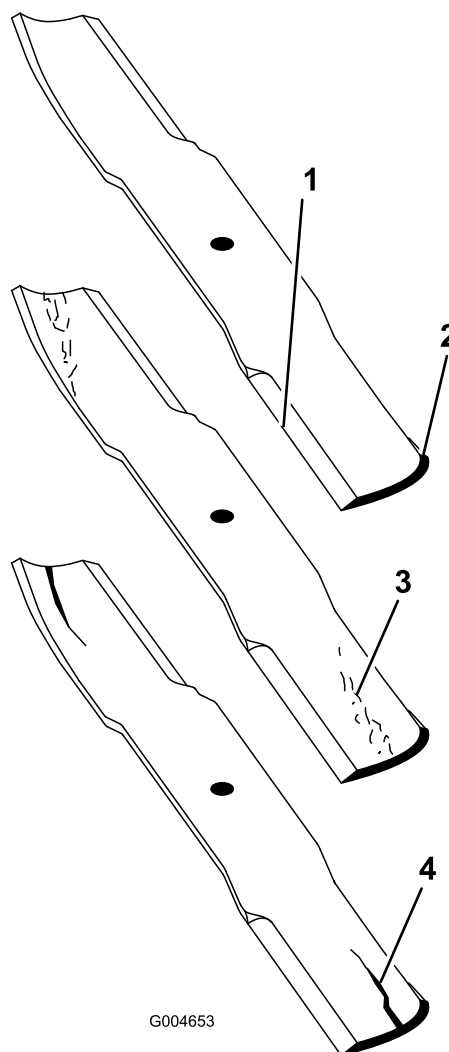

Figure 91
2. Examinez attentivement les tranchants de la lame, particulièrement au point de rencontre de la partie plane et de l'ailette (Figure 91).
Remarque: Le sable et les matières abrasives peuvent éroder le métal à cet endroit, c'est pourquoi il est important de contrôler l'état de la lame avant d'utiliser la tondeuse. Remplacez la lame si elle semble usée (Figure 91).